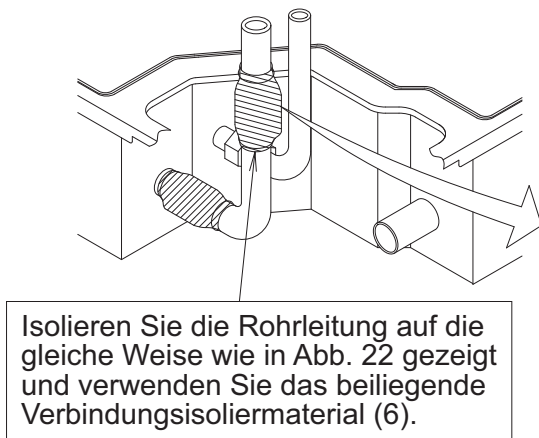

Abb. 23
- Wickeln Sie Dichtungsmaterial (klein) (9) um das Verbindungs-Isoliermaterial (6) (7).
- Stellen Sie sicher, dass die Naht des Isoliermaterials (6) und (7) oben liegt.
- Verwenden Sie für nach oben und nach rechts zeigende Rohrleitungen das beiliegende L-förmige Rohrstück und isolieren Sie die 2 Anschlüsse. **(Siehe Abb. 23, 24)**